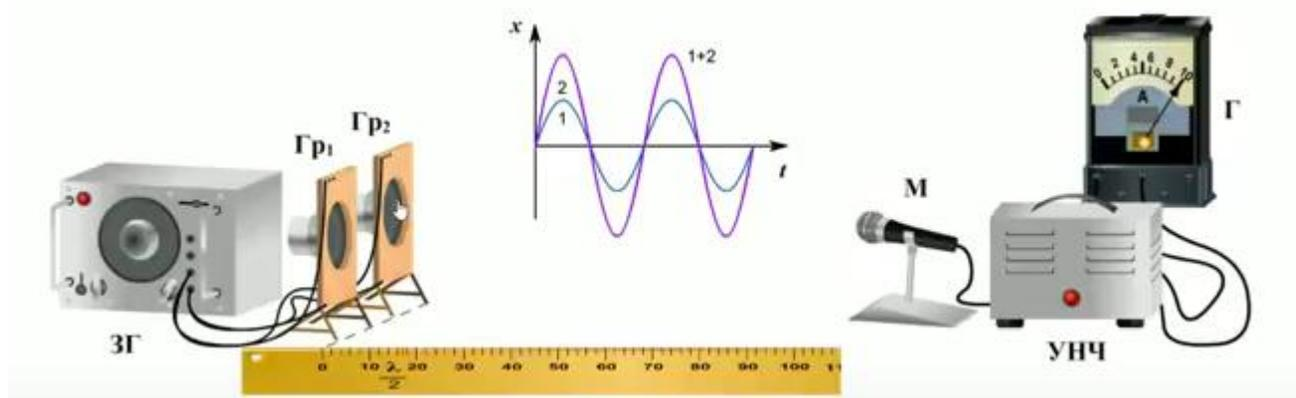

Рис. 2.
2. Опыт. Для наблюдения интерференции звуковых волн соберем установку, состоящую из звукового генератора, двух одинаковых громкоговорителей, подключенных к выходу генератора (1 кГц, 5 В). С другой стороны поставим микрофон, подключенный к усилителю низкой частоты. С выхода усилителя низкой частоты сигнал подается на амперметр (рис. 2).